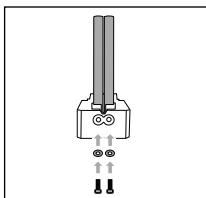

Abb. 3
- ◆ Legen Sie jeweils eine Unterlegscheibe **13** in die Aussparung des Schneidführungselements A **9** und drehen Sie jeweils eine Schraube **12** mit dem Innensechskantschlüssel **15** in die Führungsstäbe **7** ein (siehe Abb. 3).